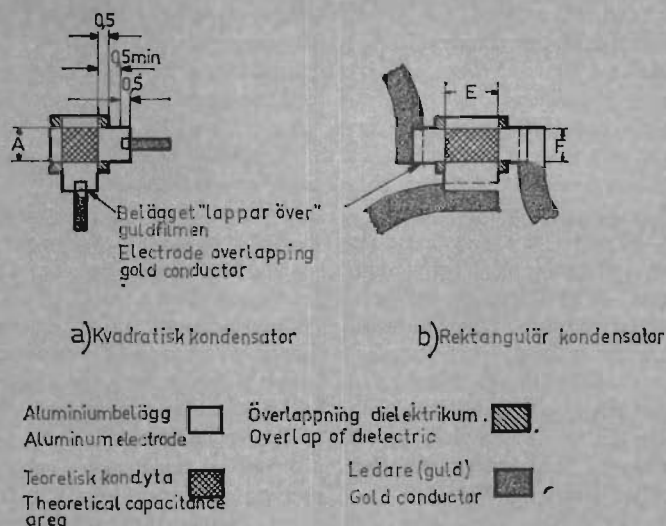
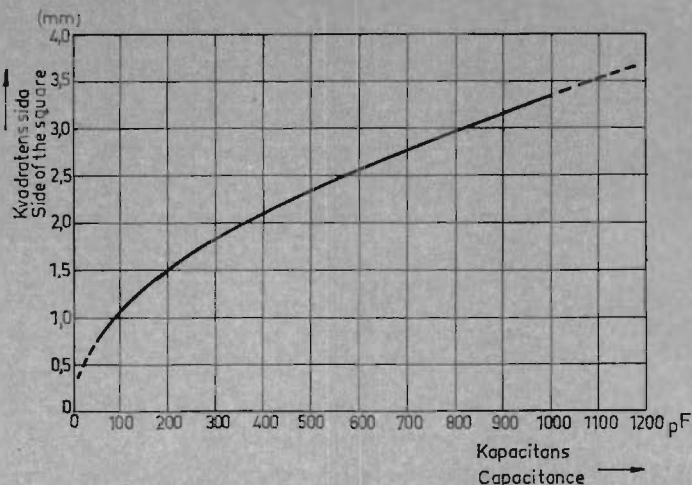

Fig. 6
Fig. 7
fäller ut ett tunt aluminiumskikt, därefter ett lämpligt dielektrikum och slutligen ovanpå detta ett nytt aluminiumskikt, se fig. 6. Vid konstant tjocklek hos dielektrikum erhåller man en kapacitans, som är proportionell mot ytan av de delar av beläggen, vilka ligger direkt ovanpå varandra. I fig. 7 anges en kurva som visar kapacitansen som funktion av sidan hos en kvadratisk tunnfilmkondensator. Som dielektrikum använder man kiseloxid, vilken kan deponeras i mycket tunna filmer, som ger en hög kapacitans per ytenhet; Mullard anger exempelvis 90 pF/mm².
T.v. en kvadratisk tunnfilmkondensator, t.h. en rektangulär kondensator. Som framgår har det ena belägget på den rektangulära kondensatorn två tilliedningar, vilket innebär att detta belägg använts som överbrygning (jumper). Kapacitansen för den kvadratiske kondensatorn kan direkt tas ur diagrammet i fig. 7. För att man skall kunna bestämma den rektangulära kondensators kapacitans med hjälp av diagrammet i fig. 7 måste man först beräkna kondensatorns »ekvivalenta sida», vilken är $\sqrt{EF}$.
To the left a square shaped thin film capacitor, to the right a rectangular thin film capacitor are shown. In the capacitor to the right the upper electrode has two leads and is used as a jumper. The capacitance of the square shaped capacitor can easily be taken from the diagram shown i fig. 7. To find out the capacitance of the rectangular capacitor by means of fig. 7, the equivalent side ($\sqrt{EF}$) of the capacitor has to be calculated.